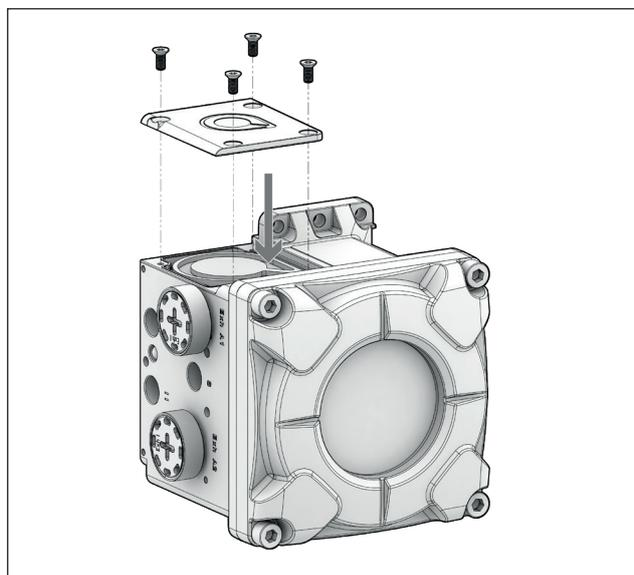

図 93. NDX_512_
- ・ プレステージカバーねじを緩め、プレステージカバーを取り外します。(図93、NDX1510_ のみに適用)